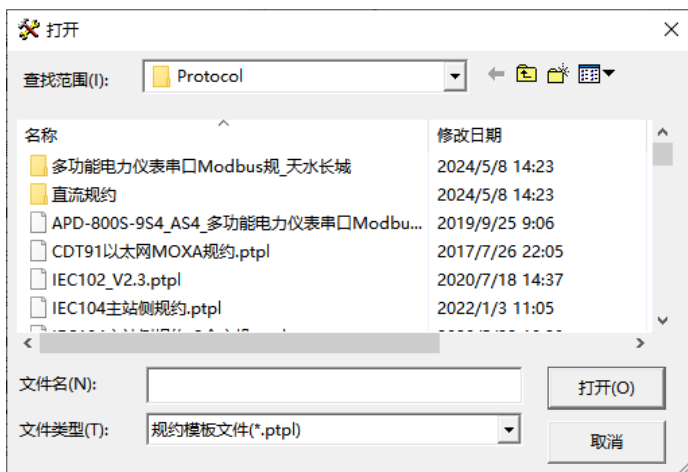

图 5-22 导入规约模板
- 导入规约：导入规约模板文件，快速修改规约参数。选择需导入的规约，然后点击“导入”按钮，弹出如图 5-22 所示的对话框，选择一个规约模板文件 (*.ptpl)，规约参数就更新为导入规约的参数。点击“保存”按钮，就可快速修改规约参数。